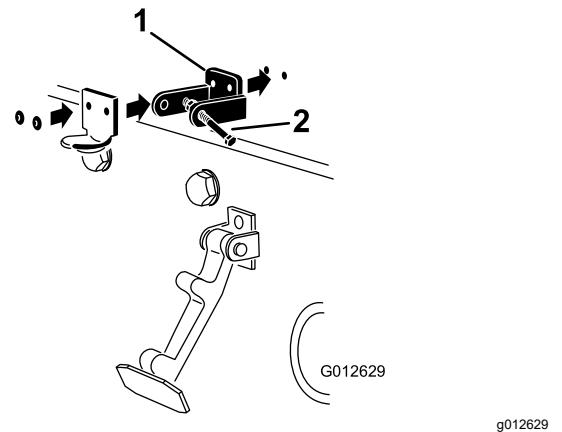

**Figura 5**
2. Rimuovete i 2 rivetti che fissano la staffa del fermo del cofano al cofano (Figura 5).
**Nota:** La staffa di bloccaggio deve essere contro il cofano (Figura 5).